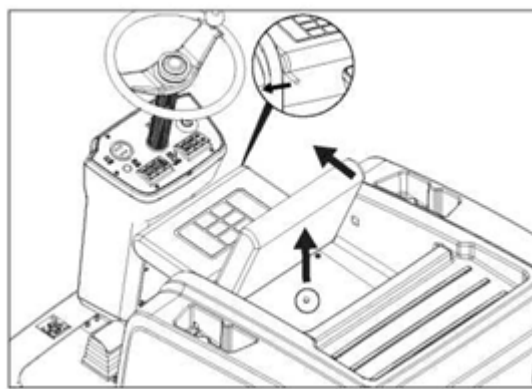

Рис.14
- Потяните рычаг регулировки сиденья, чтобы сдвинуть сиденье вперед (Рис.14);
- Выкрутите винты гаечным ключом и снимите их (Рис.14);